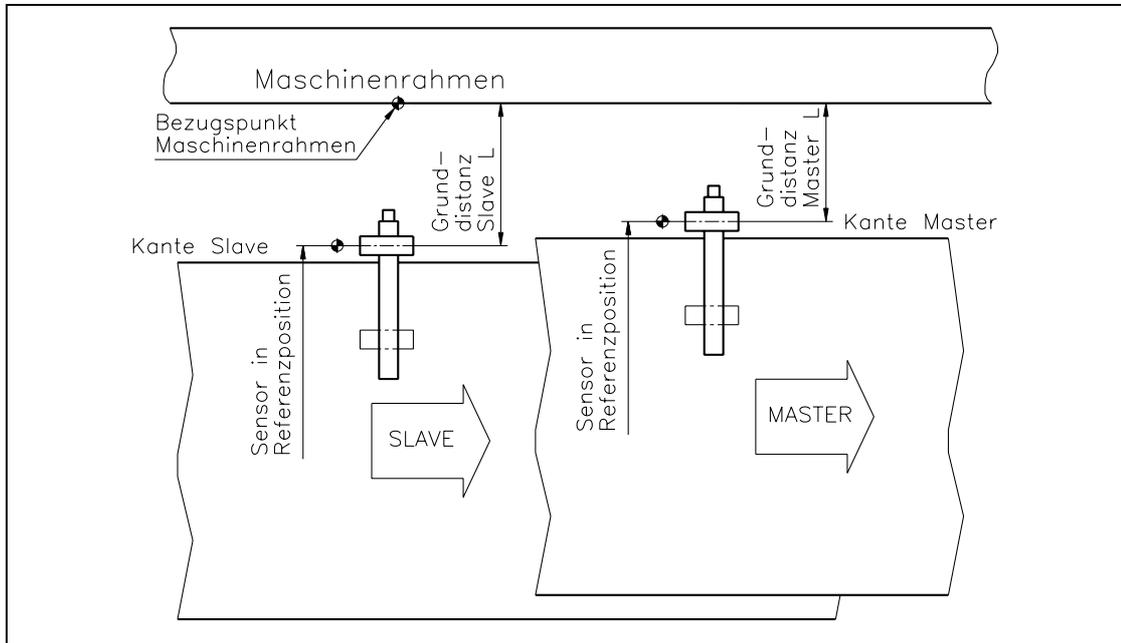

Bild 19: Grunddistanzen und Bezugspunkt bei Lineareinheiten
Mit oder ohne Verwendung von Lineareinheiten kann ein Bezugspunkt definiert werden, auf den später alle Positionswerte bezogen sind. Der Bezugspunkt kann z.B. am Maschinenrahmen sein (Bild 19).
- In Parameter *Grunddistanz Master links* die Distanz zwischen Bezugspunkt (z.B. Maschinenrahmen) und Sensorachse Master links eingeben (Bild 19).
- In Parameter *Grunddistanz Master rechts* die Distanz zwischen Bezugspunkt und Sensorachse Master rechts eingeben (Bild 19).
- In Parameter *Grunddistanz Slave links* die Distanz zwischen Bezugspunkt (z.B. Maschinenrahmen) und Sensorachse Slave links eingeben (Bild 19).
- In Parameter *Grunddistanz Slave rechts* die Distanz zwischen Bezugspunkt und Sensorachse Slave rechts eingeben (Bild 19).
Der Bezugspunkt muss weiter von der Materialbahn entfernt sein als die Referenzposition der Lineareinheit (Bild 19).
sitionswerte auf die Position der Sensoren. (Falls Lineareinheiten verwendet werden, beziehen sich die Positionswerte auf den Referenzpunkt der betreffenden Lineareinheit; Bild 19).